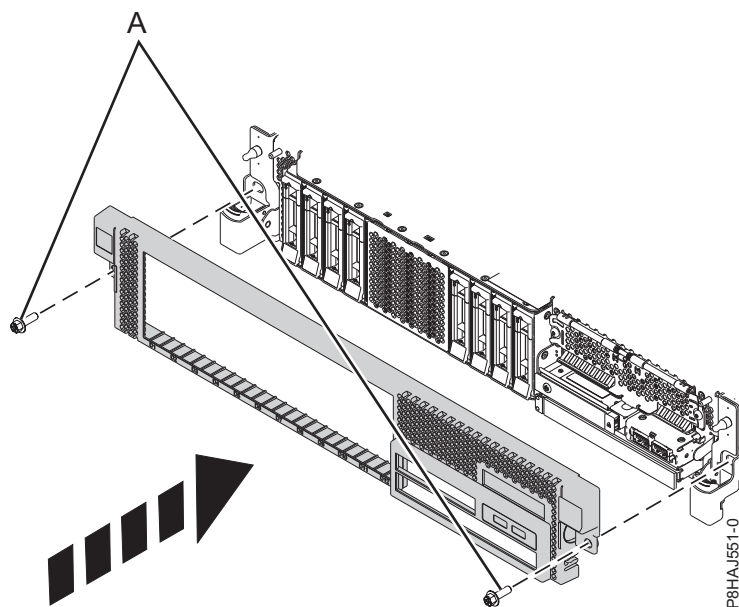

Figura 30. Instalar a tampa anterior
3. Feche os trincos de libertação ao empurrá-la na direcção mostrada em Figura 30 na página 49. A tampa fica encaixada e tem uma indentação que lhe permite segurá-la mais facilmente.
4. Substitua os parafusos de transporte (A).